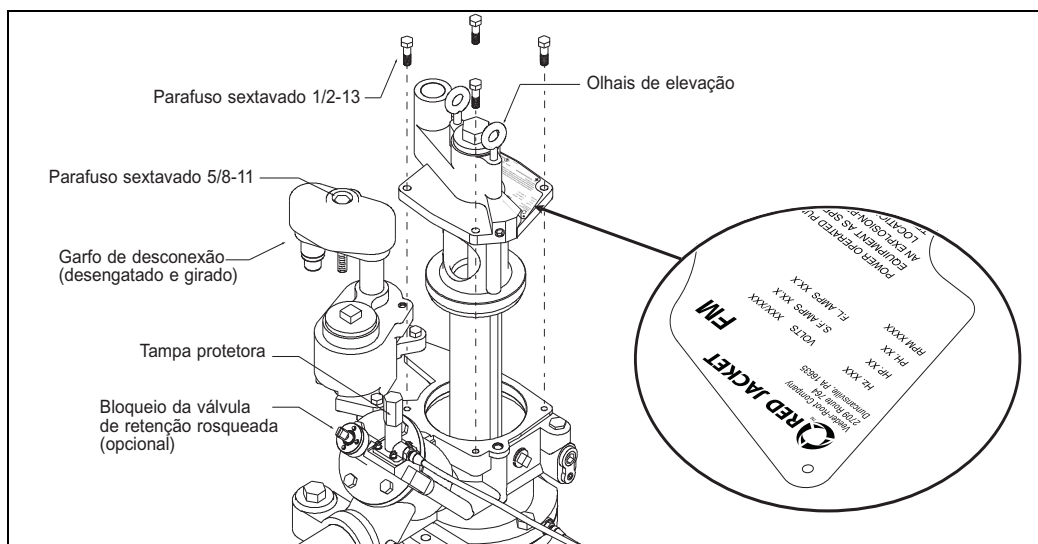

Figura 14. Maxxum® - Seção extraível exibindo 'FM' na placa de identificação
Somente os conjuntos do motor da bomba listados na Tabela 10 são compatíveis com a bomba Maxxum®. Estes são marcados com um "FM" na placa de identificação (Figura 14).
2. Desaperte o parafuso de 5/8 polegadas e puxe o jugo e gire-o 90° para a esquerda (consulte a Figura 14).
## Instalando o conjunto extrator (Ref. Figura 14)